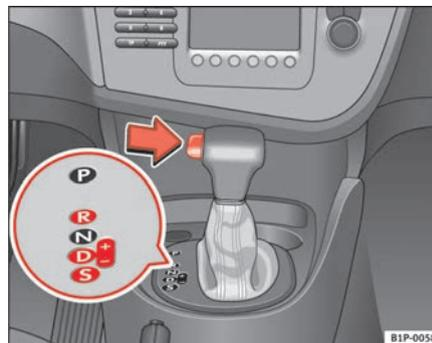

Fig. 122 Conduite
- Appuyez sur le bouton du pommeau (situé sur la partie gauche de celui-ci ⇒ fig. 122).